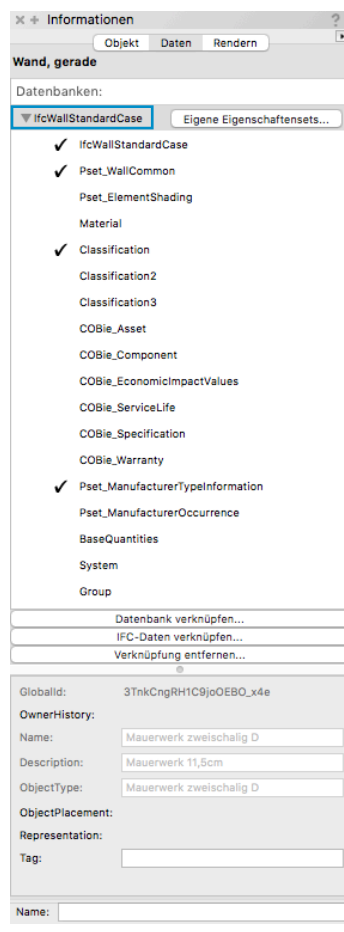

BILD 7
2. Klicken Sie auf den Reiter „Daten“ der Infopalette. Der zugewiesene IFC-Objektyp wird oben in der Infopalette angezeigt (**BILD 7**). Alle Vorgabe-Eigenschaftensets für den IFC-Objektyp werden darunter angezeigt. Verwendete Eigenschaftensets erkennen Sie am Häkchen links neben dem Namen des Eigenschaftensets.
Der Befehl **IFC-Zonen, Systeme und Gruppen** verknüpft IFC-Daten mit den definierten Zonen in der aktuellen Datei. Dies bedeutet, dass in der Datei bereits Zonen existieren müssen. Zonen werden im Einstellungen-Dialogfenster des Werkzeugs **Raum** (Bereich „Nutzung“) angelegt, wenn Sie einem Raum-Objekt zugewiesen werden (siehe **BILD 7**). Sie können auch mehrere Räume in der Zeichnung aktivieren und auf den Knopf „Zone zuweisen“ in der Infopalette klicken (siehe **BILD 8**). Sobald eine Zone einem Raum zugewiesen ist, wird diese automatisch als IFC-Objekt „IfcZone“ definiert und im entsprechenden Feld für die Zonenenzuweisung des Raum-Objekts exportiert. Diese IFC-Daten können angepasst oder mit zusätzlichen Informationen und Eigenschaftensets versehen werden..